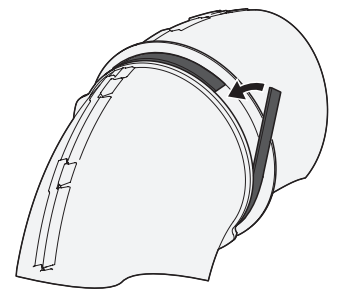

Figure 16
5. Décollez la bande de la mousse autocollante (721-04388) fournie avec votre sac de ramassage. Appliquez-la sur la goulotte supérieure, à plat contre la bride comme illustré à la Figure 16.